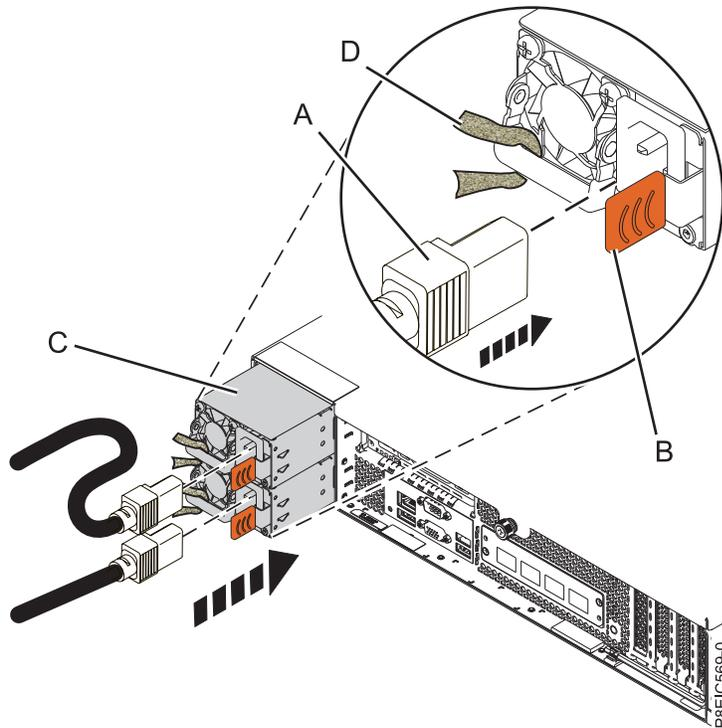

Figura 55. Substituindo a fonte de alimentação no sistema
1. Alinhe a fonte de alimentação (C) com o compartimento e deslize a fonte de alimentação para dentro do sistema até que a trava (B) trave no lugar. Consulte a Figura 55 na página 87.
- a. Conecte o cabo de energia à fonte de alimentação, conforme mostrado na Figura 55.